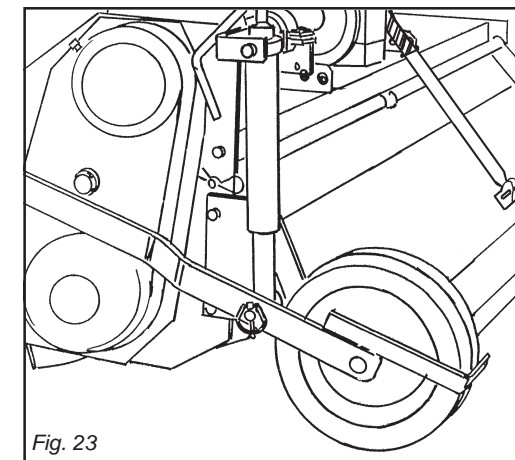

Fig. 23
**Macchine con ruota o ruote laterali:** la ruota laterale può essere montata a sinistra o in entrambi i lati della macchina (Fig. 23).
**Machine with side wheel(s):** the side wheel can be on the left side or on both sides of the machine (Fig. 23).
**Maschine mit seitlichem/n Laufrad/rädern:** Das seitliche Rad kann auf der linken oder auf beiden Seiten der Maschine montiert werden (Abb. 23).
**Machine avec roue ou roues latérales:** la roue latérale peut être montée à gauche ou des deux côtés de la machine (Fig. 23).
**Máquina con rueda o ruedas laterales:** la rueda lateral puede ser montada a la izquierda o en ambos lados de la máquina (Fig. 23).